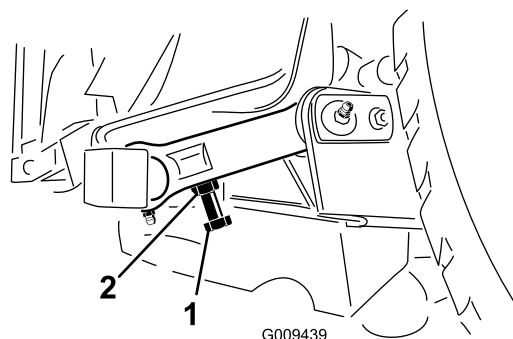

Figure 26
3. Pour ajuster la distance, localisez le boulon de réglage sur la biellette de pivot arrière du plateau de coupe (Figure 26).